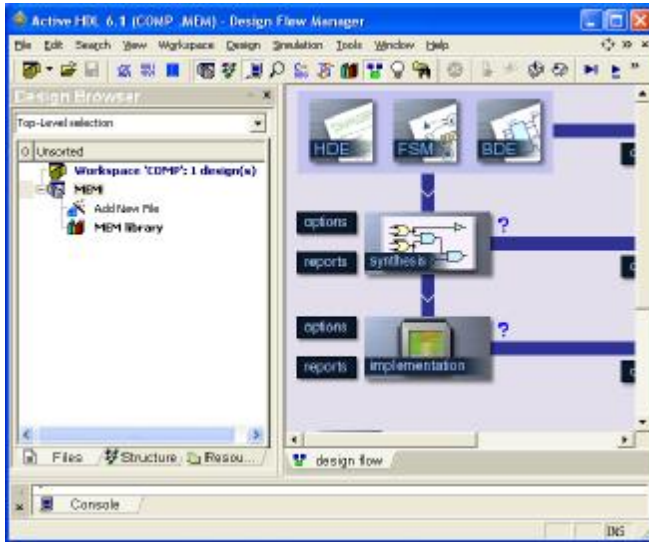

Рисунок 2.3– Вікно Design Browser
- 2.1.7 З'явиться вікно **Design Browser**, в якому відображається ієрархічна, деревоподібна структура порожнього проекту **MEM**. Якщо клацнути на піктограмі  перед назвою проекту, то з'явиться піктограма **Add New File** (рис.2.3).